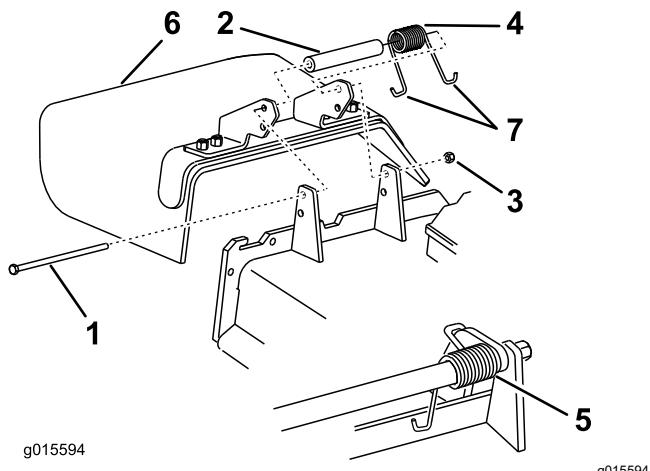

Figura 90
1. Togliete il dado di bloccaggio, il bullone, la molla e il distanziale che fissano il deflettore alle staffe orientabili del tosaerba (Figura 90).
2. Togliete il deflettore di sfalcio se è danneggiato o consumato (Figura 90).
**Nota:** Verificate che un'estremità a gancio J della molla si trovi dietro il bordo del piatto di taglio prima di montare il bullone, come illustrato nella Figura 90.
6. Infilate l'estremità a gancio J della molla attorno al deflettore dello sfalcio (Figura 90).